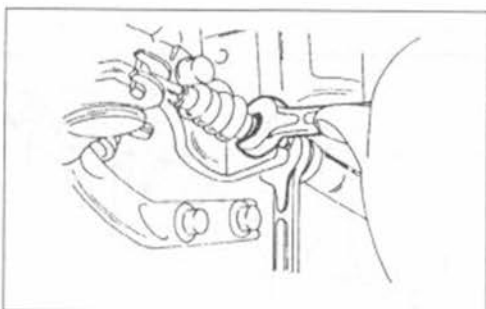

Рис.235.
немного открыть болт выпуска воздуха и вывинтить поршень показанным на рис.235 специальным инструментом. Если инструмента нет, можно в необходимых случаях помочь иначе.
- Вынуть направляющий болт (1) и резиновую манжету (2) из сверления.
- На другой стороне суппорта тормозного механизма выдавить резиновую втулку (2).
- Вынуть из внутренней части сверления суппорта тормозного механизма предохранительное кольцо (4).
- Убрать пылезащитное кольцо (5) и поршень (6) вывинтить показанным на рис.235 специальным инструментом. В ином случае нужно насадить подобное устройство на канавку поршня и поршень вывинтить. Поршень навинчен на регулировочный шпindel.
- Вынуть пружинное стопорное кольцо (8) из отверстия.
- Взять рукой регулировочный шпindel (9) и убрать упорную шайбу (10) и "O"-уплотнительное кольцо (11). Соединительный штифт (12) можно вынуть или оставить в суппорте тормозного механизма.
- Оставшиеся детали, возможно, не нужно снимать, т. к. для вынимания игольчатого роликоподшипника (17) необходим съемник. Если нужно разбить рычаг управления (14), то возможно лучше заменить подшипник в мастерской фирмы "Мазда" или установить новый суппорт тормозного механизма.